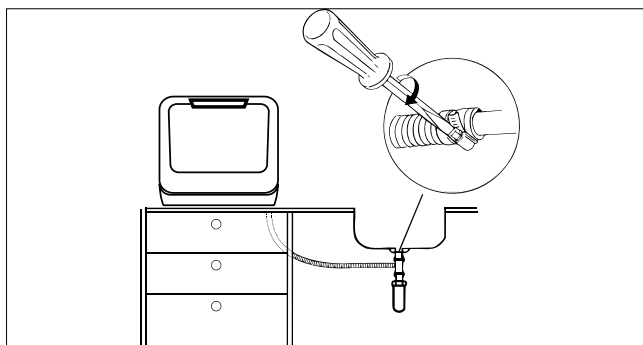

Abb. 9 – Schlauchverbindung sichern
- Fixieren Sie das Schlauchende, so dass der Schlauch nicht abrutschen kann (siehe Abb. 9).